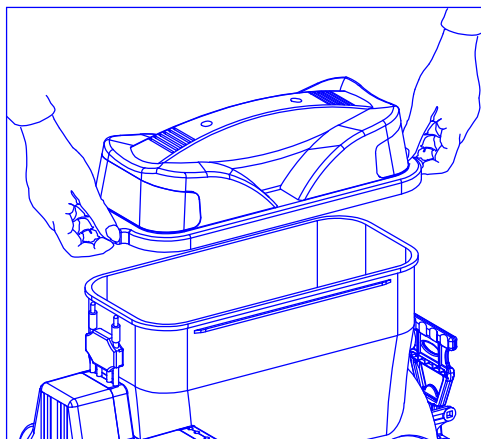

Fig. 11a
6.2 Smontaggio coperchio. (Fig. 11a)